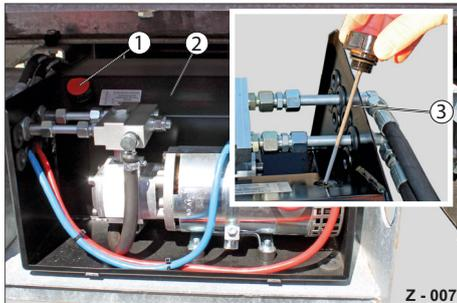

Abb. 7 Ölstand
Der Ölbehälter (Abb. 7/2) ist für max. 16,0 L ausgelegt.
- ▶ Drehen Sie den Deckel (Abb. 7/1) auf.
- ▶ Lesen Sie am Messstab (Abb. 7/3) die vorhandene Ölmenge ab.